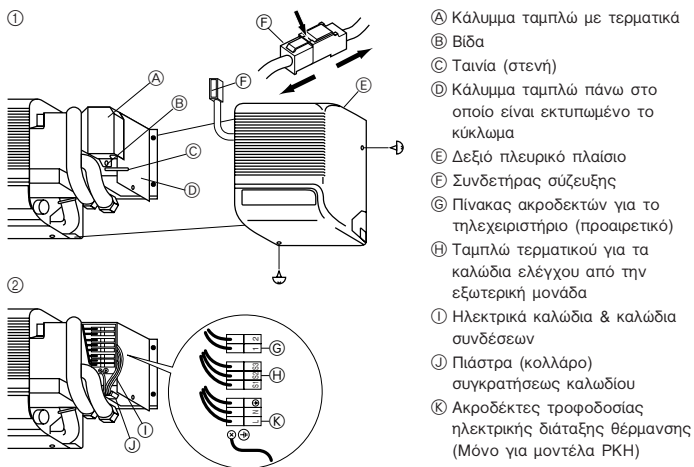

Fig. 6-1
6.1. Εσωτερική μονάδα (Fig. 6-1)
- ① Βγάλτε το δεξιά πλευρικό πλαίσιο